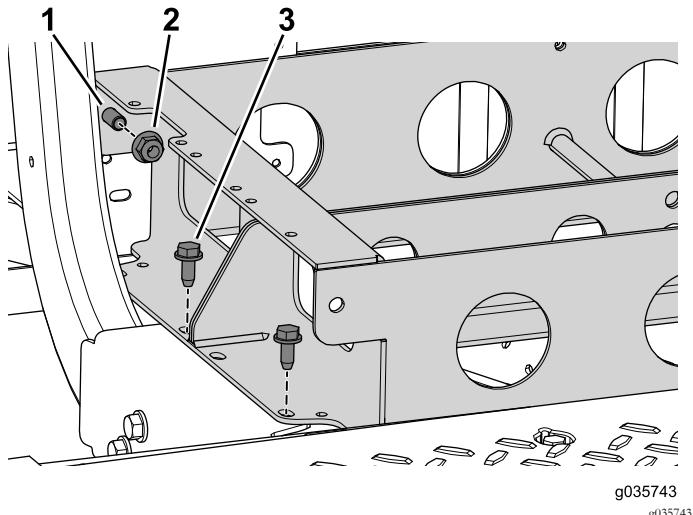

図 83
1. 前後のバッテリートレイを連結するフランジナット2個とボルトを使用する図 83。
2. 前バッテリートレイを車体に固定するボルト3/8 x 1インチ4本を使用する図83。